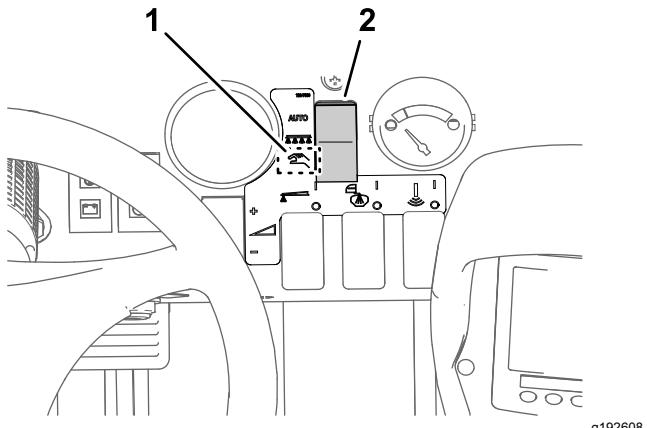

Figura 45
4. Ajuste el interruptor del modo de fumigación a la posición Manual (Figura 45).
5. Gire el mando de la válvula de cierre del circuito de desvío a la posición de cerrado (Figura 45).
7. Pulse el botón 2 para avanzar al paso siguiente (Figura 45).